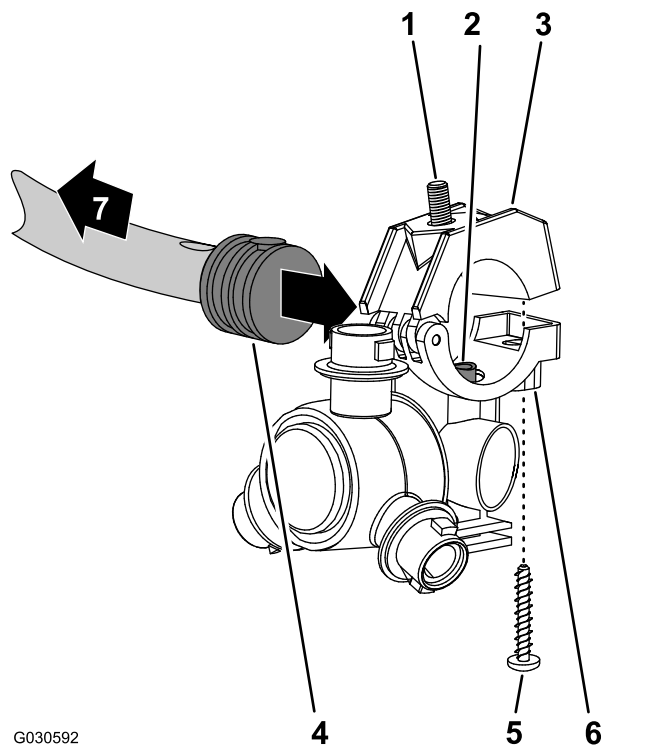

图108
- 将喷嘴鞍座中的转接管图108与单宝塔软管柄 1/2 英寸一侧中的孔对齐。
- 闭合夹具上半部分将宝塔软管柄夹在其中然后使用不锈钢螺丝 #12 x 1-1/4 英寸将夹具上半部分与喷嘴主体图108固定到一起上紧不锈钢螺丝扭矩至 14~18N·m。